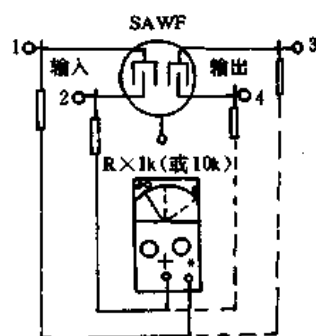

图 18-4 测量声表面波滤波器
如图 18-1 所示,无论哪种声表面波滤波器,其输入电极的叉指对(①、②脚)、输出电极的叉指对(③、④脚)以及输入、输出叉指对之间都是绝缘的,即是说它们之间的电阻值应是 $\infty$ 的,并且每一个电极与屏蔽接地脚间的电阻值也应是无穷大的。根据这一特点,我们便可用万用表对其进行性能测量。如图 18-4 所示,将万用表置  $R \times 1k$  (或  $\times 10k$ ) 档,分别测量输入脚①、②脚、输出脚③、④脚之间和输入、输出脚对屏蔽脚⑤之间的电阻值,如果表针在最大处不动,表明这只声表面滤波器是好的,可以使用;如果表针有摆动,指示在数十千欧或数百千欧,则表明声表面滤波器有漏电现象,一般不能使用;如果表针指示很小或为零,则表明声表面滤波器已击穿短路,不能使用。